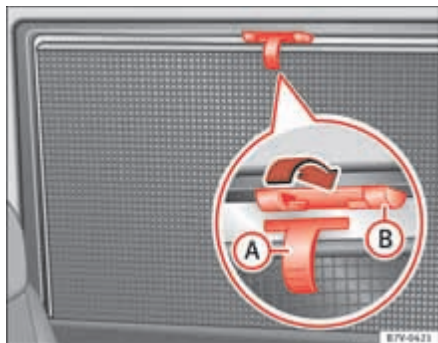

Abb. 65 Im hinteren rechten Fenster: Sonnenschutzrollo.
- Sonnenschutzrollo am hervorstehenden Griff → Abb. 65 (A) ganz nach oben ziehen.
- Haltestange mit den beiden Ösen in die entsprechenden Halterungen (B) einhängen. Prüfen, dass das herausgezogene Sonnenschutzrollo sicher in den beiden Halterungen (B) eingehängt ist.
- Zum Einrollen Sonnenschutzrollo oben aushängen und von Hand nach unten führen → ④.